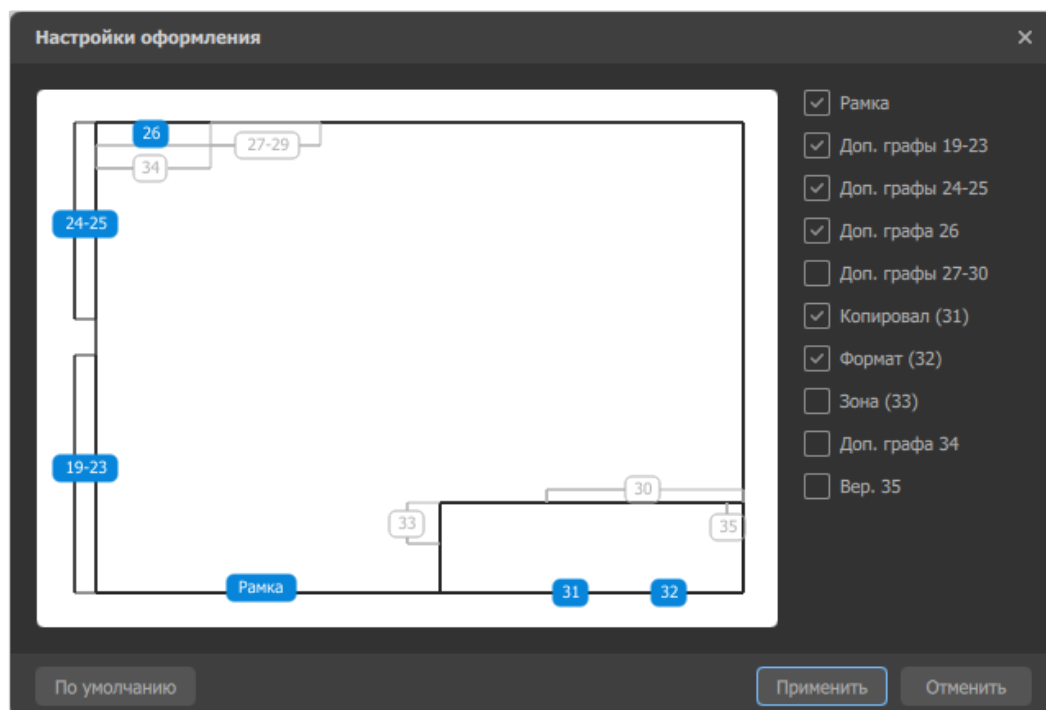

Рисунок 39. Настройка отображения граф
- «Оформление» — при наличии основной надписи (значение в поле «Форма» отлично от «Без формы») позволяет настроить отображение соответствующих граф форматки согласно ГОСТ Р 2.104-2023. Для этого необходимо нажать на кнопку «Настроить» и отметить галочками те графы, которые должны отображаться на листе (см. рисунок 39).